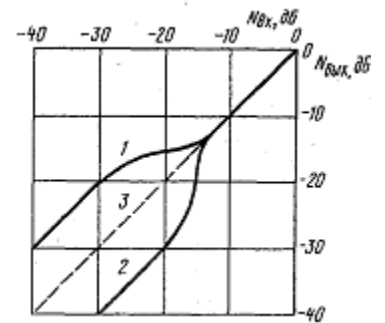

Рис.3.5. Амплитудные характеристики *Dolby-B*
Диапазон входных уровней ЗС *Dolby-B* обычно делится на три участка (рис.3.5): 1 - амплитудная характеристика компрессора, 2- амплитудная характеристика экспандера, 3- сквозная характеристика. В диапазоне от 0 до $-(10...15)$ дБ сжатия не происходит, амплитудная характеристика компрессора линейная и коэффициент передачи (K) равен 1 (0 дБ). От $-(10...15)$ до -30 дБ сигнал сжимается за счет плавного уменьшения K , при уровне ЗС ниже -30 дБ амплитудная характеристика снова становится линейной и при этом K снова равно 0 дБ.